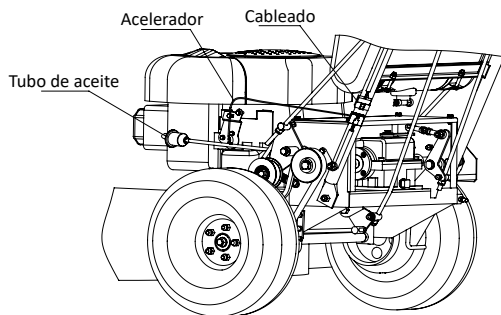

FIG. 5
- El cable del acelerador debe conectarse al motor según el manual del operador del motor. La línea del depósito de combustible se conecta a la línea del motor. (Las posiciones del filtro de combustible y de la conexión del cable del acelerador son un poco diferentes en los distintos modelos de motores). Ver la FIG 5